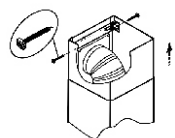

рис. 8
6.4 Установите фальштрубы (рис. 7). Выдвиньте верхнюю фальштрубу, навесьте ее на кронштейн (рис.8) и закрепите винтами 3,5x11мм.